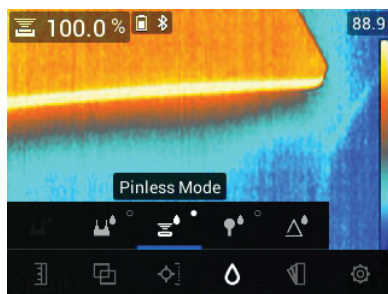

Рисунок 7.11 Выбор бесконтактного режима
- Выберите бесконтактный режим в меню системы (*Moisture mode/Pinless* (Режим измерения влажности / Бесконтактный); см. **рис. 7-11** выше).